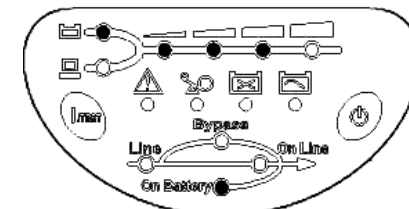

Рис. 4-4 Индикация режима резервного питания
**В режиме резервного питания:** горят индикатор режима резервного питания, индикатор состояния батареи и индикатор уровня, каждые 2 сек подаётся сигнал зуммера длительностью 0,5 сек, при этом ИБП продолжает подавать питание в нагрузку от батареи см. рис. 4-4.